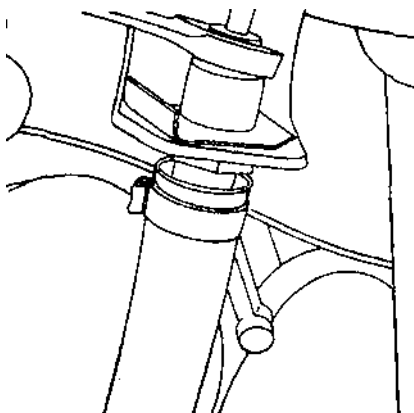

Рис. 7.8.
- отсоединить трубку привода тормозного механизма переднего колеса от тормозного шланга (на кронштейне их крепления) (рис. 7.8);